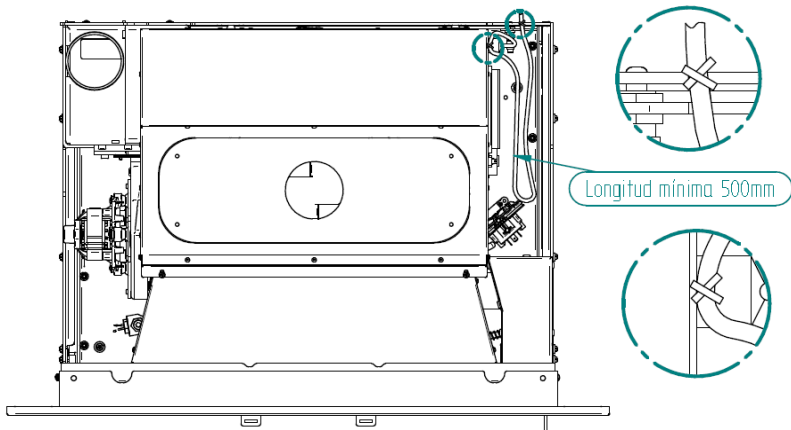

Figura 12 – Ligação eléctrica
- Depois de conectar o cabo eléctrico na coluna do silo, é necessário prender o cabo na mesma coluna e a base, certificando-se de deixar o comprimento de cabo, suficiente para que o equipamento possa fazer todo o percurso nas calhas (500 mm), sem o cabo estar em tensão ou tocar nas partes quentes (figura 12).